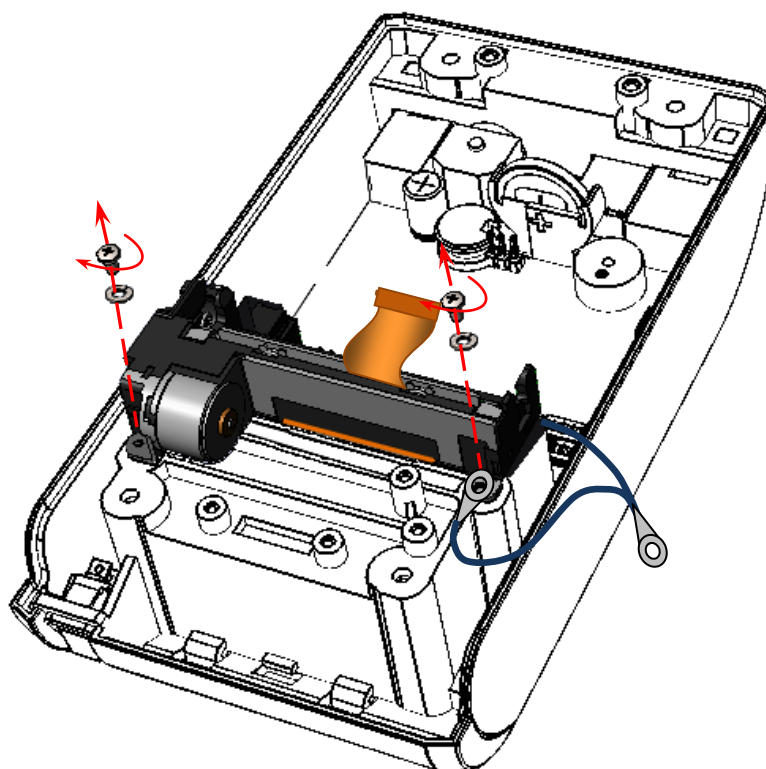

Рисунок 17. Снятие ТПГ (открутить винты крепления)
8. Зафиксировать ТПГ винтами крепления, установив шайбы и установив клемму кабеля заземления на нижней части корпуса изделия (смотрите рисунок 17).